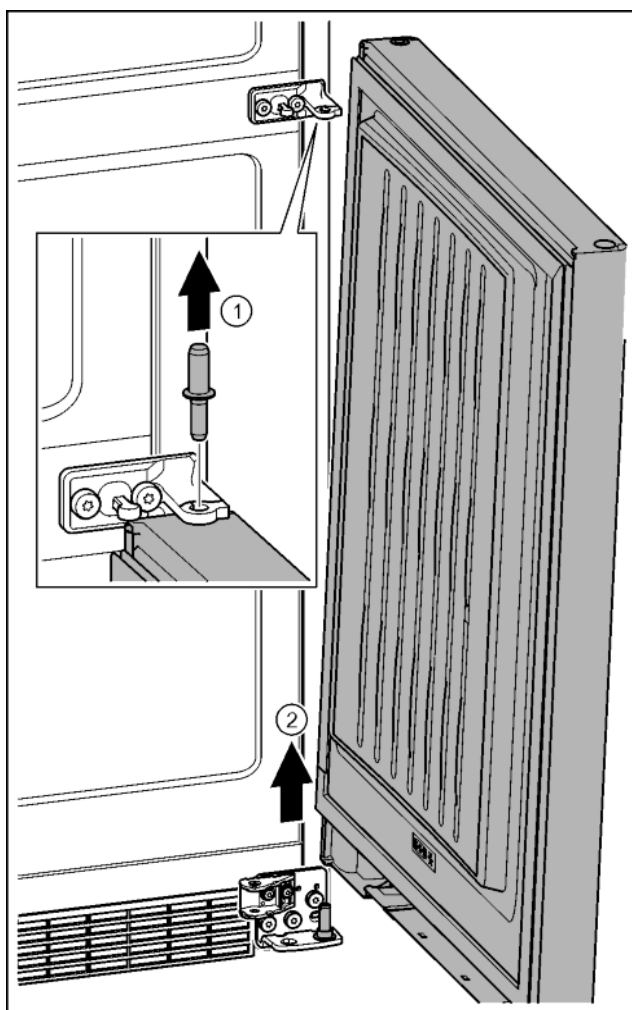

Fig. 23
- ▶ Витягніть гвинт догори. *Fig. 23 (1)*
- ▶ Відкрийте дверцята, зніміть рухом вгору та відкладіть убік. *Fig. 23 (2)*